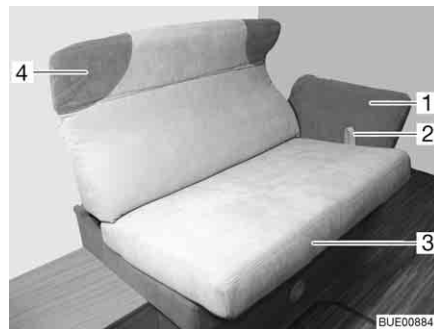

Bild 98 Inställning av den längsgående sittbänken
- Dra bandet (Bild 98,2) uppåt och dra försiktigt sittytan (Bild 98,3) på skeborna, dra till stoppläget i mitten.
- Ta tag i nackkudden (Bild 98,4) med båda händerna och sväng upp eller ned till önskat läge.
- Ta tag i armstödet (Bild 98,1) med båda händerna och sväng upp eller ned till önskat läge.